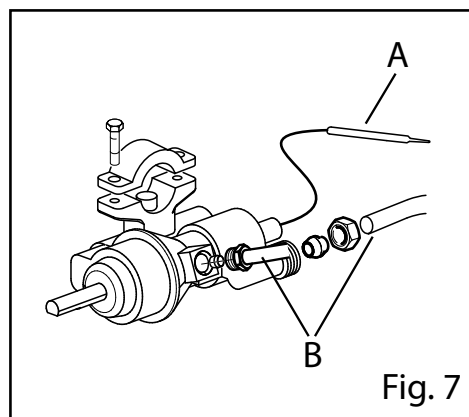

Fig. 7
- Sfilare il bulbo dal supporto (per es. Fig. 7/A)
- Svitare i collegamenti entrata ed uscita gas (per es. Fig. 7/B)